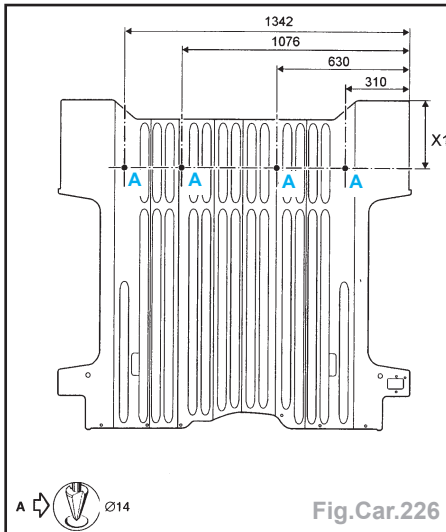

Fig.Car.226
**Adaptations pour les versions avec sièges** (Fig.Car.226)